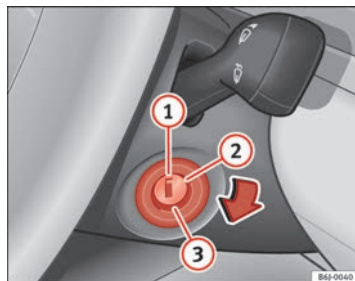

Fig. 99 Posizioni della chiave di accensione
In questa posizione ⇒ **fig. 99** sia il motore che il quadro sono spenti e si può inserire il bloccasterzo.
- Girare la chiave fino alla posizione ⇒ fig. 99 ②. La spia  si accenderà nel caso di preincandescenza del motore.
- Quando la spia si spegne, mettere in moto girando la chiave nella posizione ③, senza dare gas.
- Girare la chiave fino alla posizione ⇒ fig. 99 ①.